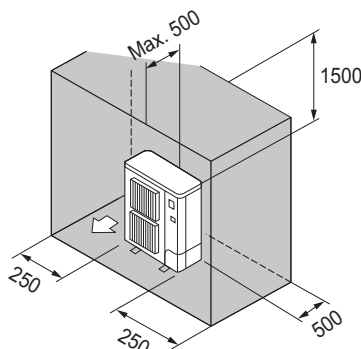

Fig. 3-10
- ⑥ Obstacles uniquement à l'arrière, sur les côtés et au-dessus (Fig. 3-10)